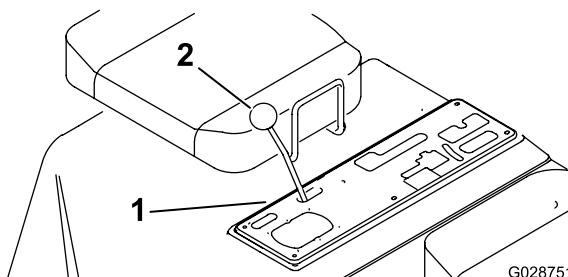

Figure 12
1. Retirez les pommeaux de tous les leviers de la console centrale (Figure 12).
- 2. Retirez les 6 vis qui fixent le bord extérieur de la plaque de protection de la console centrale au cadre et déposez la plaque de protection (Figure 12).